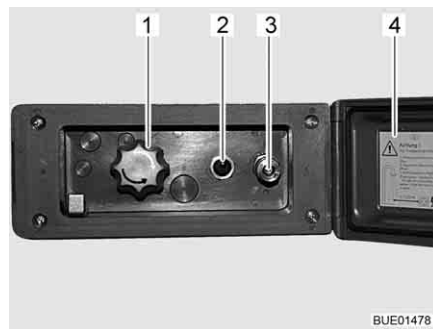

Fig. 156 Branchement de la douche extérieure
- Déverrouiller et ouvrir le couvercle (Fig. 156,4).
- Brancher le flexible de la douche extérieure sur la fermeture rapide (Fig. 156,3).
- Allumer la pompe à eau avec le commutateur (Fig. 156,2).
- Régler la température de l'eau selon ses désirs avec le bouton rotatif (Fig. 156,1).
- Éteindre la pompe à eau avec le commutateur (Fig. 156,2).
- Fermer le couvercle (Fig. 156,4) et verrouiller avec la clé.
- Placer le bouton rotatif (Fig. 156,1) sur la position intermédiaire.